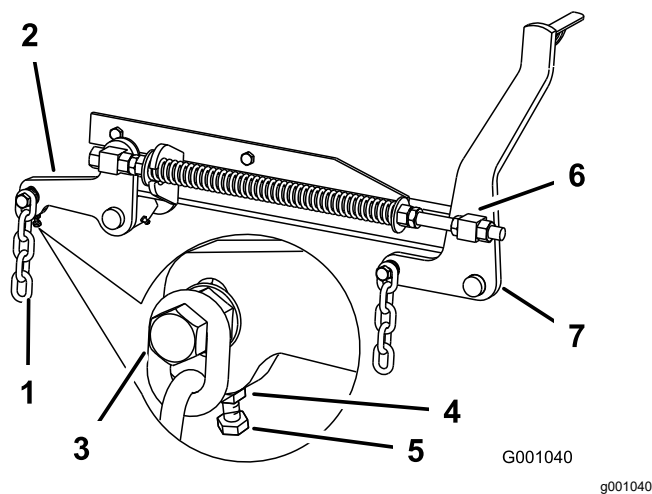

Bild 111
7. Wenn die Werte an den Stellen **B** oder **C** falsch sind, lösen Sie die Schraube, mit der die hintere Kette am hinteren Stützarm befestigt ist (Bild 111).
8. Lösen Sie die Klemmmutter unter dem hinteren Stützarm und stellen Sie die Einstellschraube so ein, dass Sie einen Wert von 80 mm bis 83 mm erhalten, siehe **Bild 111**.
7. Lösen Sie die Klemmmuttern des vorderen Drehzapfens, vorne am rechten und linken Drehzapfen, um ungefähr 13 mm (**Bild 111**).
8. Stellen Sie die Hubmuttern auf der linken und rechten Seite der Maschine so ein, dass Sie vorne an Stelle **A** einen Wert erzielen, der um 6 mm bis 10 mm niedriger ist als hinten an Stelle **B** (**Bild 111**).